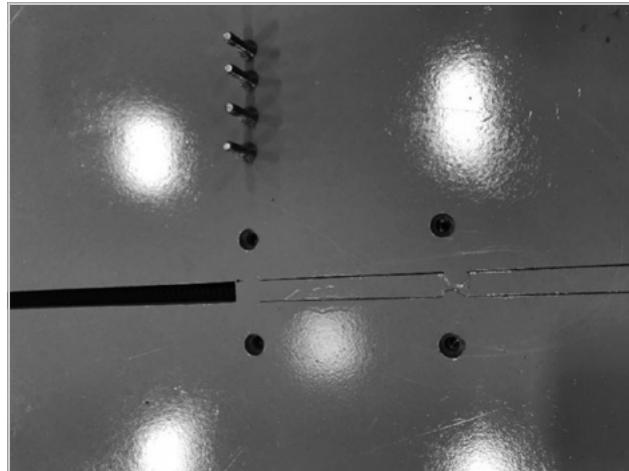

Figura 78
- Quite los tornillos de montaje del motor del otro lado de la mesa (figura 78).